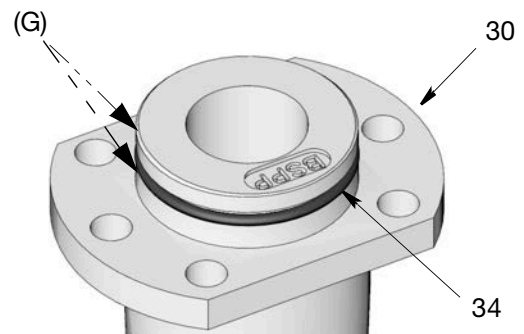

ABB. 11
14. Sicherstellen, dass sich der O-Ring (34) am Auslass (30) befindet. Schmierfett (G) dünn am O-Ring auftragen, siehe ABB. 11.